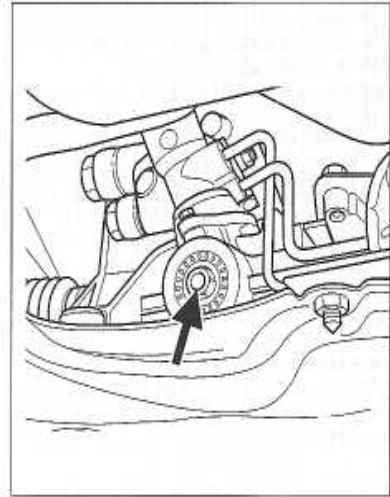

Figure 5-6
• Dans ce cas, serrer progressivement l'écrou de réglage du boîtier de direction, jusqu'à disparition du claquement (figure 5-6).